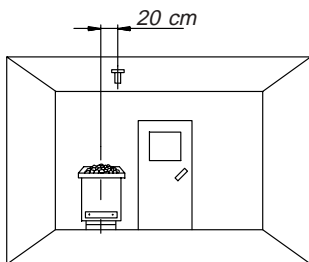
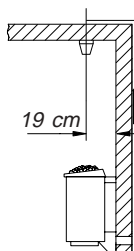

Fig. 7
Fig. 8
Les câbles des sondes et secteur ne devraient pas être posés ensemble ou être guidés par un passage commun. Une pose commune peut provoquer des dérangements au niveau de l'électronique, p. ex. un "vacillement" des contacteurs de commutation. Si une pose commune s'avère nécessaire, ou la longueur du câble est plus de 3m, un câble de sonde blindé doit être utilisé, p. ex. LIYLY-O (4 x 0,5 mm²). A cette fin, le blindage doit être raccordé à la masse dans l'appareil de commande. Tenez compte que les indications ci-après se réfèrent aux valeurs qui ont été spécifiées lors du contrôle de l'appareil selon EN 60335-2-53. La sonde du poêle doit systématiquement être montée à l'endroit où les températures maximales sont attendues. La Fig. 7 vous donne un aperçu des emplacements de montage des sondes
1. La sonde du poêle est montée à l'intérieur des cabines aux dimensions maximales de 2 x 2 m conformément à la Fig. 7 et Fig. 8 et conformément aux Fig. 7 et 9 lorsque les cabines sont plus grandes.